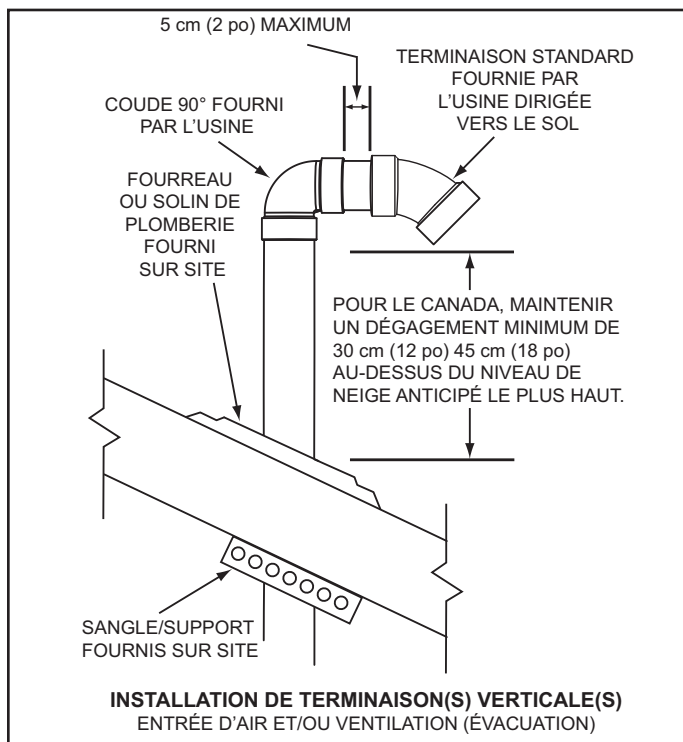
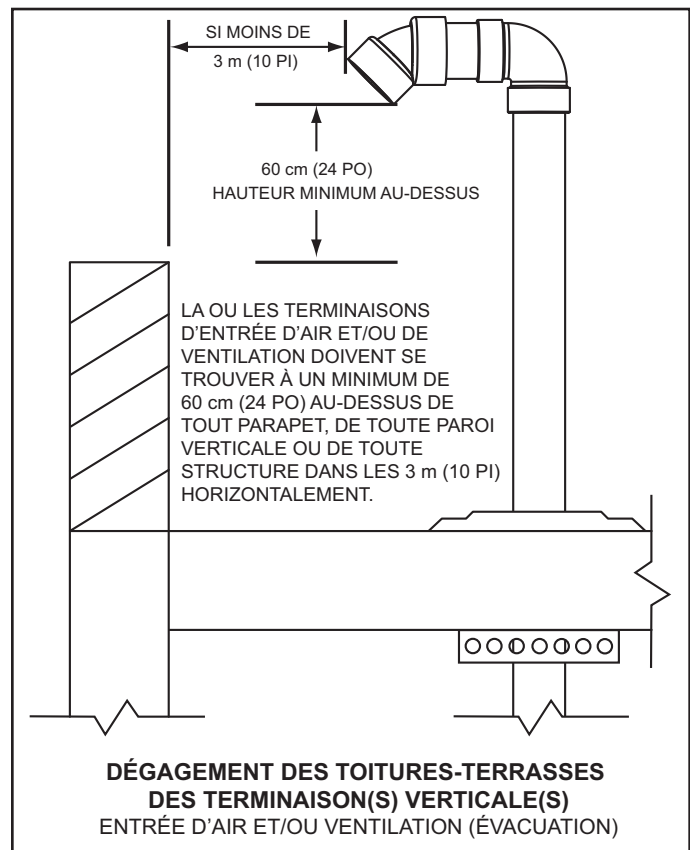
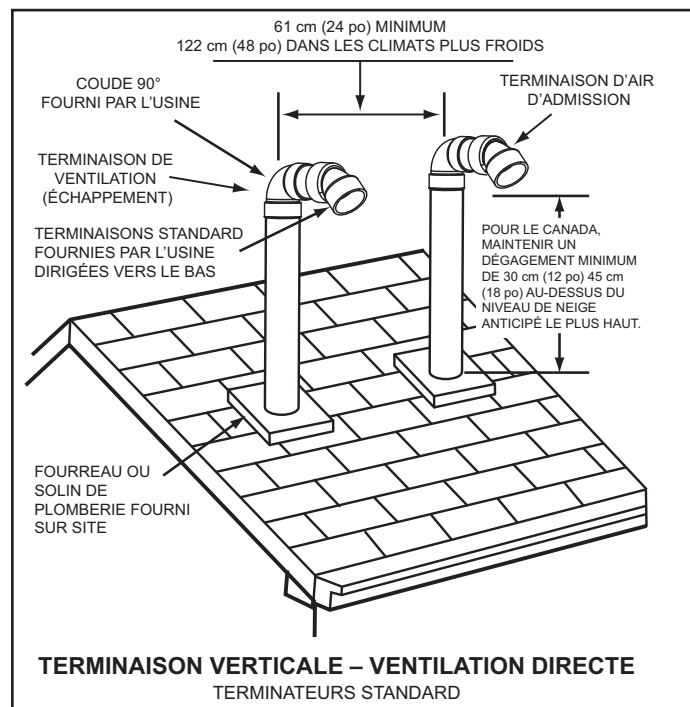

Figure 19
Figure 20
Figure 21
2. Pour installer uniquement la tuyauterie de ventilation (évacuation) dans une configuration de ventilation à air pulsé verticalement à travers le toit, s'assurer que toutes les exigences de dégagements verticaux extérieurs illustrées aux Figure 19 et Figure 20 à la page 24 sont bien maintenues. Ces dégagements et ceux cités par les codes locaux et nationaux doivent être maintenus.
REMARQUE : Sur les installations sur toits-terrasses, la terminaison de ventilation doit être d'un minimum de 60 cm (24 po) au-dessus de tout parapet, tout mur vertical ou toute structure à moins de 3 m (10 pi) horizontalement. Voir la Figure 20 à la page 24.
3. Pour installer la tuyauterie d'entrée d'air et celle de ventilation dans une configuration de ventilation directe verticalement à travers le toit, s'assurer que toutes les exigences de dégagements verticaux extérieurs illustrées aux Figure 20 et Figure 21 à la page 24 sont bien maintenues. Ces dégagements et ceux cités par les codes locaux et nationaux doivent être maintenus.
REMARQUE : Pour les installations sur toits-terrasses, les terminaisons d'entrée d'air et de ventilation doivent être au moins à 60 cm (24 po) au-dessus de tout parapet, mur vertical ou toute structure à moins de 3 m (10 pi) horizontalement. Voir la Figure 20 à la page 24.
La terminaison de ventilation doit être orientée vers le bas comme l'indiquent les Figure 19 et Figure 20 à la page 24.
Le chant inférieur de la terminaison de ventilation doit être d'un minimum de 30 cm (12 po), 45 cm (18 po) au Canada, au-dessus de la moyenne ou du niveau de neige prévu comme l'indique la Figure 19 à la page 24.
Les tuyaux d'entrée d'air et de ventilation doivent pénétrer le même côté du toit comme l'indique la Figure 21 à la page 24.
Les terminaisons d'entrée d'air et de ventilation doivent être dirigées vers le bas et dans le même sens comme l'indique la Figure 21 à la page 24.
Les terminaisons d'entrée d'air et de ventilation doivent avoir une séparation minimum de 61 cm (24 po) mesurée sur la ligne médiane comme l'indique la Figure 21 à la page 24. Dans les climats plus froids, cette séparation doit être augmentée d'au moins 122 cm (48 po).
Le chant inférieur des terminaisons d'entrée d'air et de ventilation doit être d'un minimum de 30 cm (12 po), 45 cm (18 po) au Canada, au-dessus de la moyenne ou du niveau de neige prévu comme l'indiquent les Figure 19 et Figure 21 à la page 24.
La distance entre les terminaisons de ventilation et d'entrée d'air les plus proches doit être d'un minimum de 61 cm (24 po) comme l'indique la Figure 21. Dans les climats plus froids, la séparation doit être augmentée d'au moins 122 cm (48 po).
- Suspendre le ou les tuyaux par le centre du trou à l'aide d'un cerclage en métal ou de matériaux de support équivalents comme l'indique la Figure 19.
- Faire glisser un fourreau de toit ou un solin équivalent sur le tuyau et sécuriser le fourreau ou le solin équivalent au toit (voir Figure 19) et sceller autour du solin.
- Installer la ou les terminaisons d'entrée d'air et/ou de ventilation fournies par l'usine à l'aide d'un tuyau fourni par l'usine et d'un coude à 90° fourni sur site comme l'indique la Figure 19. La section courte de tuyau qui connecte le coude à 90° fourni sur site et la terminaison fournie par l'usine ne doit pas être d'une longueur excessive. La portion exposée de ce tuyau sera inférieure à 5 cm (2 po), voir Figure 19.